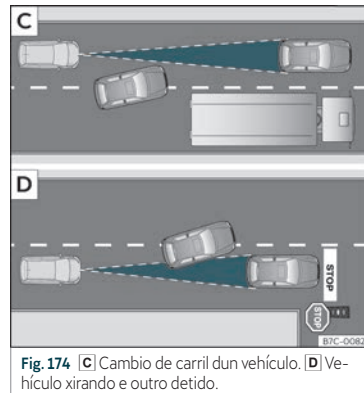

Fig. 174 [C] Cambio de carril dun vehículo. [D] Vehículo xirando e outro detido.
- Vehículos que cambien ao carril polo que vostede circula a pouca distancia do seu vehículo»» fig. 174 [C].
O ACC pode non reaccionar ante vehículos parados. Se por exemplo, un vehículo detectado polo ACC xira ou se afasta e diante do mesmo atópase un vehículo parado, o ACC non reaccionará ante este»» fig. 174 [D].